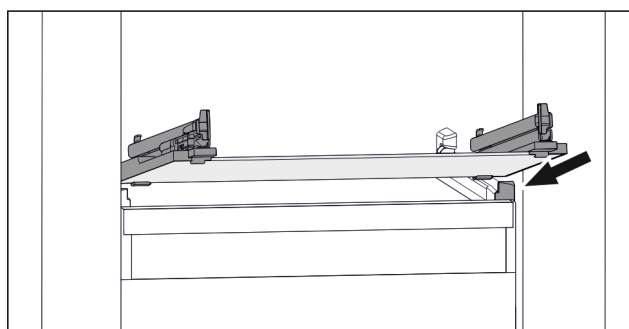

Fig. 124 Rappresentazione esemplificativa del ripiano in vetro
- ▶ Applicare il ripiano in vetro obliquamente dietro i fermi. (vedere Fig. 124)